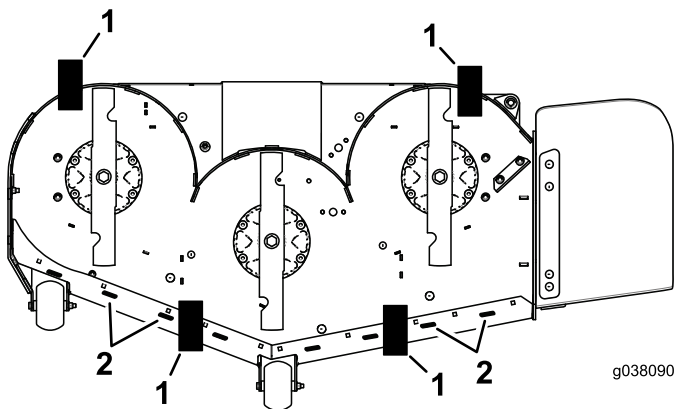

Figura 104
11. Coloque 2 bloques (ver Altura de bloque y soporte) debajo del borde trasero del faldón de la carcasa de corte, uno en cada lado de la carcasa de corte (Figura 104).